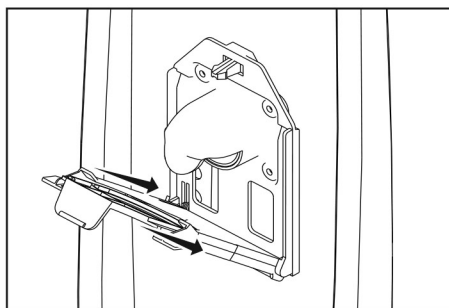

Fig. 3
3. Pour installer un nouveau sac, insérez la partie inférieure du col dans le support jusqu'à ce qu'elle se verrouille en place (Fig. 3).